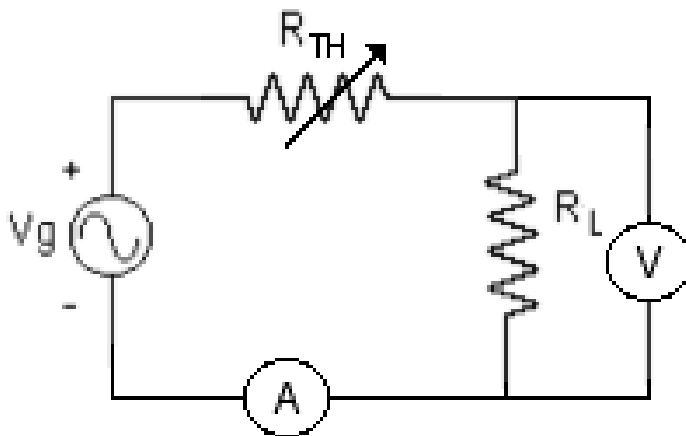

Figura 7.6.- Circuito para comprobar el teorema de Máxima Transferencia de Potencia con RTH variable utilizando amperímetro y voltímetro
12.- Para comprobar el Teorema de Máxima Transferencia de Potencia cuando la resistencia de carga RL es fija y es posible variar la resistencia equivalente del circuito (RTH), puede usarse el circuito indicado en la Figura 7.6, utilizando en este caso el amperímetro y el voltímetro analógicos, colocando una resistencia RL del valor indicado por su profesor y conectando la década en la posición de RTH. Ahora bien, dadas las características de los amperímetros AC disponibles en el laboratorio, que presentan resistencias internas del orden de los KΩ, el experimento puede realizarse midiendo exclusivamente el voltaje sobre la resistencia RL (que debe medirse previamente con el óhmetro para conocer su valor real) y calculando la potencia como PRL = Vrms2 / RL. Registre estos datos en la siguiente tabla, a fin de poder graficar PRL en función de RTH.